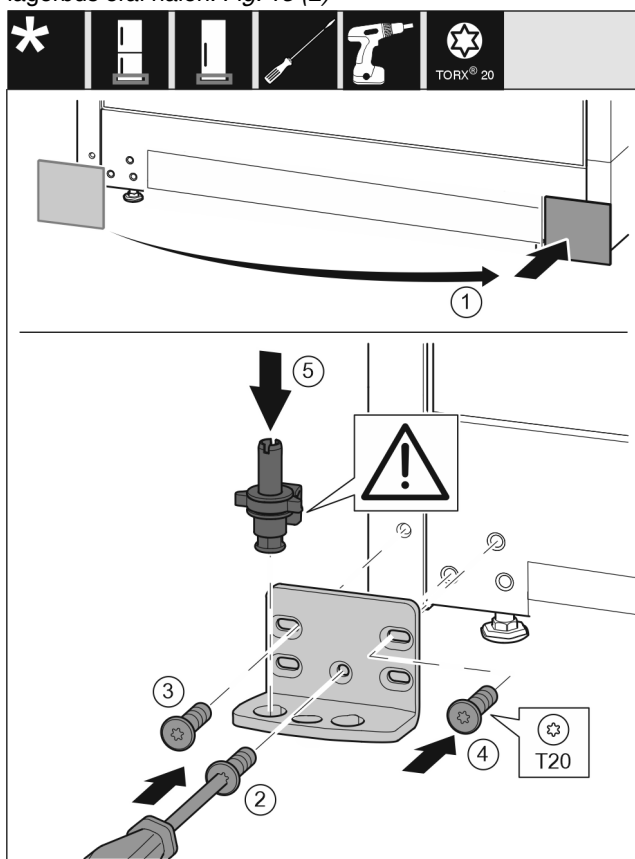

Fig. 16
- ▶ Afdekking eraf halen en op de andere kant aanbrengen. Fig. 16 (1)
- ▶ Lagerbus op de andere kant aanbrengen en met behulp van een schroevendraaier T20 vastschroeven. Met schroef 2 onder in het midden beginnen. Fig. 16 (2)
- ▶ Schroef 3 en 4 vastschroeven. Fig. 16 (3,4)
- ▶ Lagerbout volledig aanbrengen. Let op dat de vergrendelknok naar achter wijst. Fig. 16 (5)